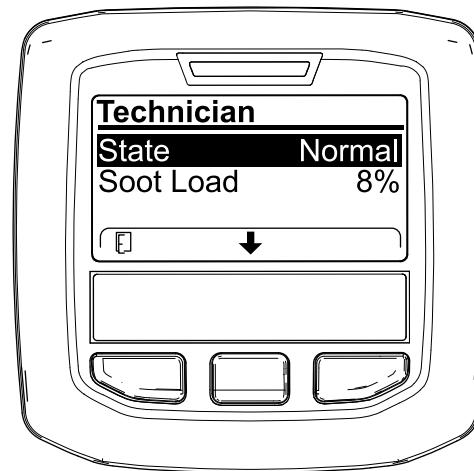

図 43
- DPF 稼働記録表で、現在の DPF の状態を確認する図 43。